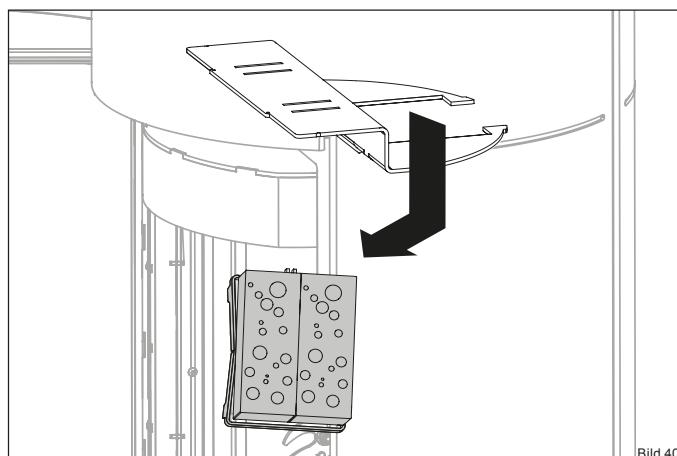

Bild 40
- Entnehmen Sie die Katalysatoren-Einheit durch die Öffnung (Bild 40).